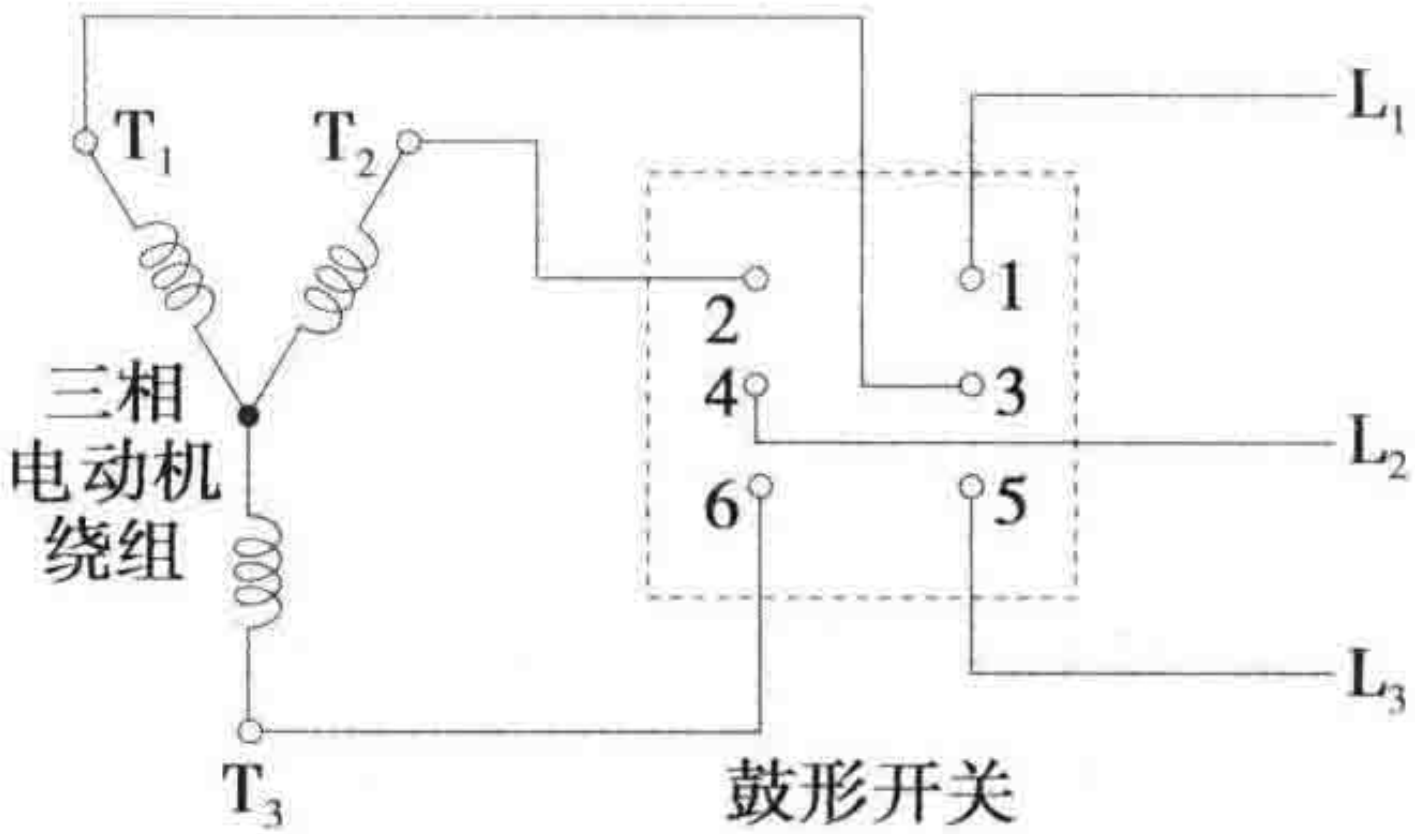

图 P-2
2. 在图 P-2 上画线，完成开关端子间的接线，以使三相电动机可以反转。